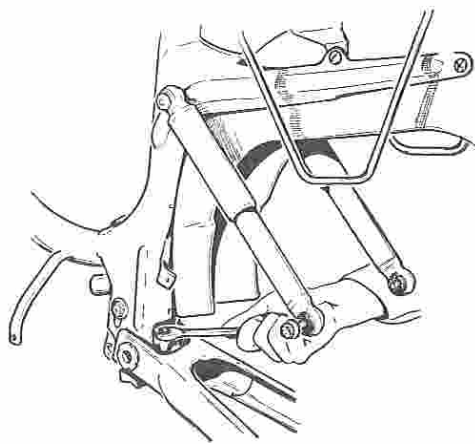

fig. 25
- Visser l'écrou sur la vis de la pince d'articulation et le serrer (voir figure 25).